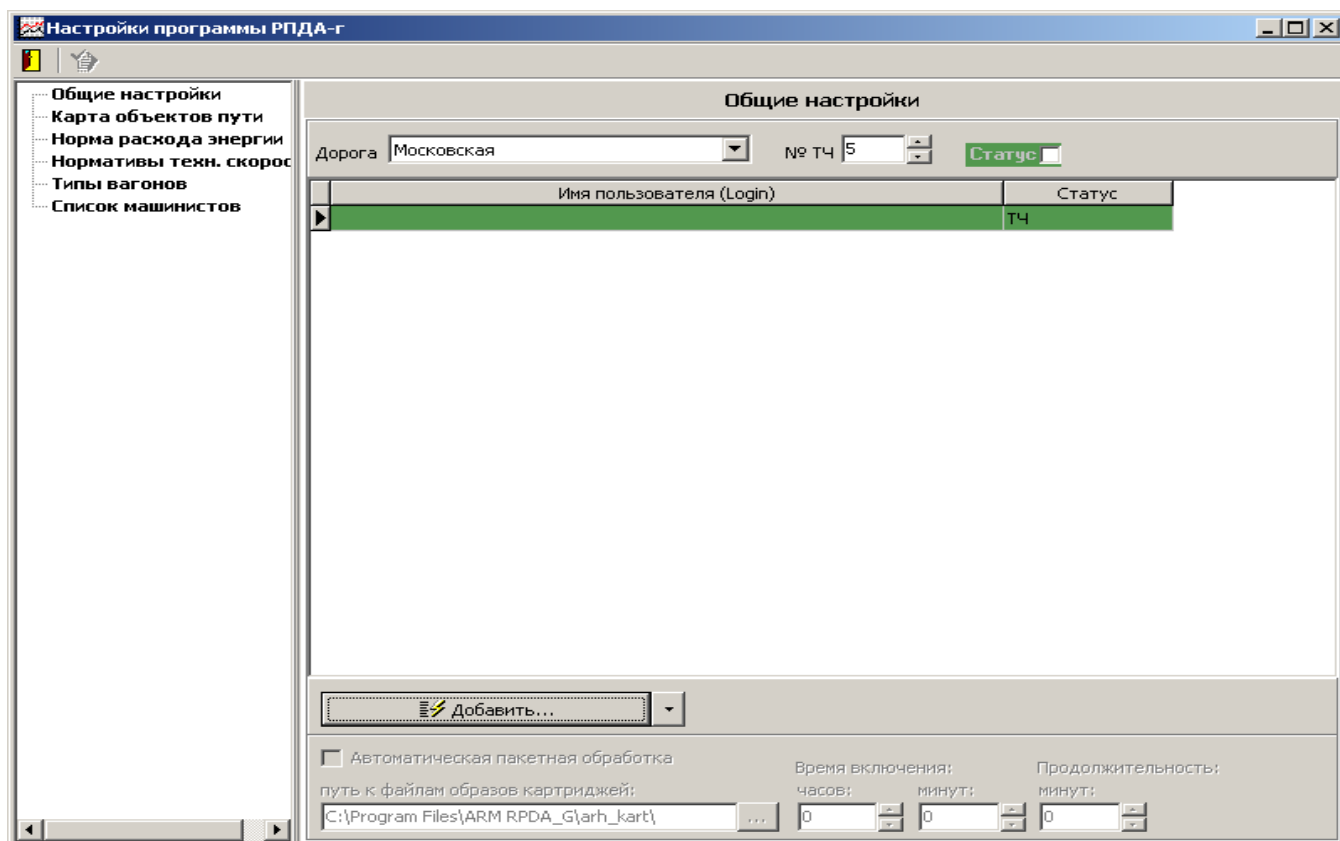

Рис.80 – Назначение номера дороги и номера ТЧ
– выбрать меню «Сервис», после чего приступить к назначению дороги и номера ТЧ. Пример: дорога – Московская, ТЧ – 5 (рис.80).